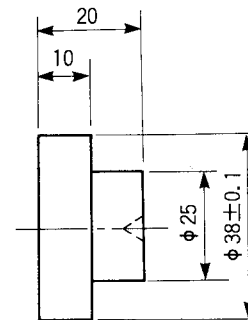

図2-3
#### ⑤ センタ穴付き治具（図2-3）
(2) 工作物の両端面にセンタ穴付き治具（図2-3）を接着する。